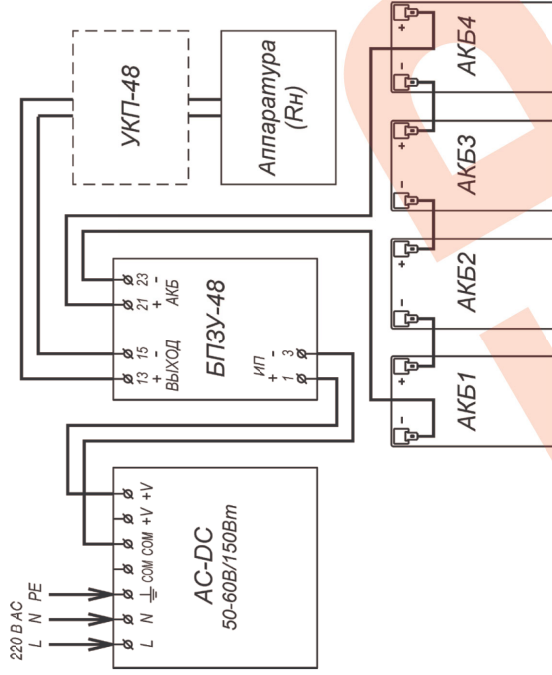
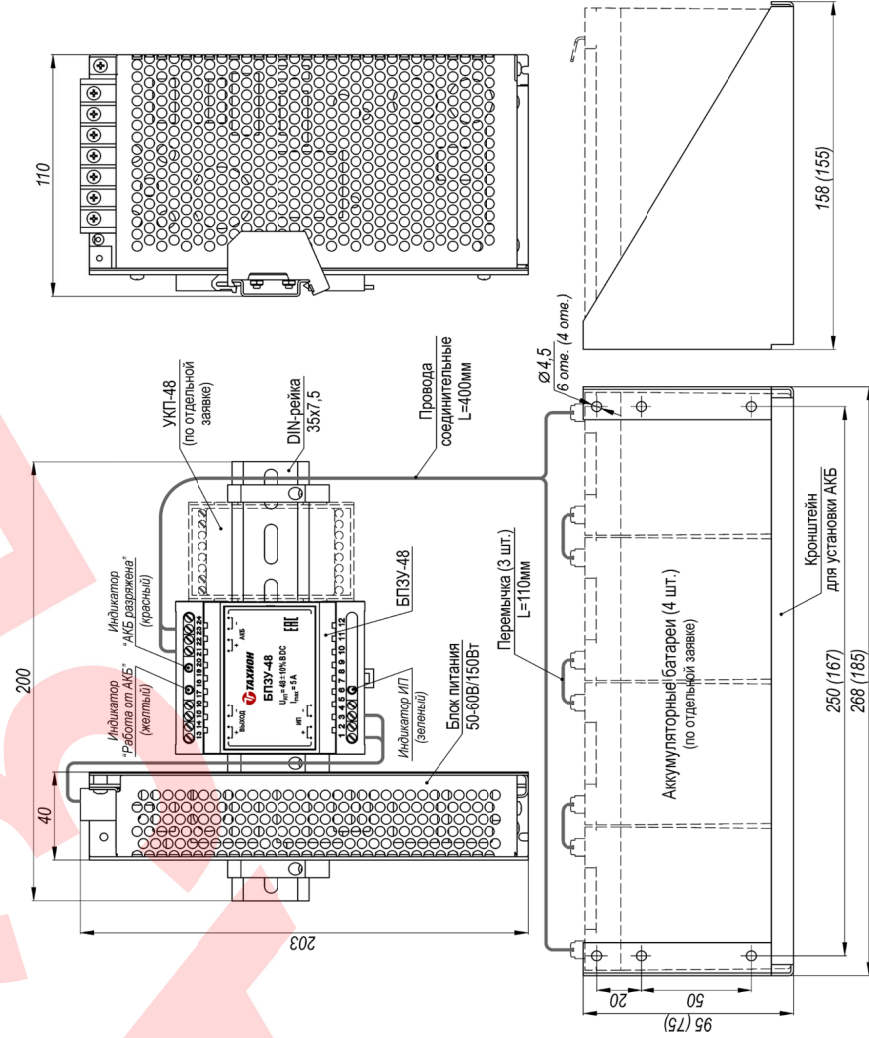

Рис.2 Схема электрическая принципиальная
Рис.1 Устройство, габаритные и установочные размеры (В скобках даны размеры на кронштейн для 4-х АКБ 2,2А·ч.)
Подключение цепей изделий производится в соответствии со схемой электрической принципиальной (рис.2). Для подключения необходимо:
2. Установить аккумуляторные батареи на кронштейн (см. рис.1) и подключить их проводными соединительными к контактам 21 (+) и 23 (-) БПЗУ-48, соблюдая полярность. Соединить аккумуляторы перемычками.
4. Подать трехпроводным кабелем напряжение питания 220В AC на соответствующие контакты блока питания, при этом фазный провод (L) соединить с контактом L, нулевой провод (N) с контактом N, а провод заземления соединить с контактом PE.
12. Габаритные размеры ..... см. рис.1
Устройство изделия приведено на рис.1, схема подключения на рис.2.